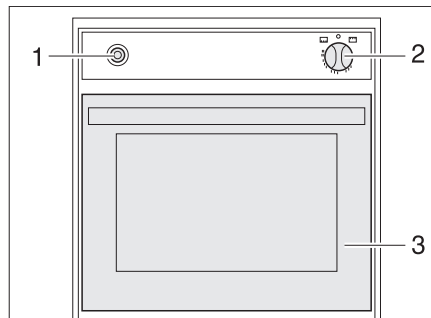

Bild 226 Gasbackofen (Spinflo)
- Backofenklappe (Bild 226,3) ganz öffnen.
- Drehregler (Bild 226,2) leicht drücken und auf "🔥" (Backofen) oder "GRILL" stellen.
- Drehregler (Bild 226,2) drücken und 5 bis 10 Sekunden lang gedrückt halten. Es strömt Gas zum Brenner.
- Zündschalter (Bild 226,1) so oft drücken, bis die Flamme brennt.
- Drehregler (Bild 226,2) auf "0" drehen. Die Flamme erlischt.